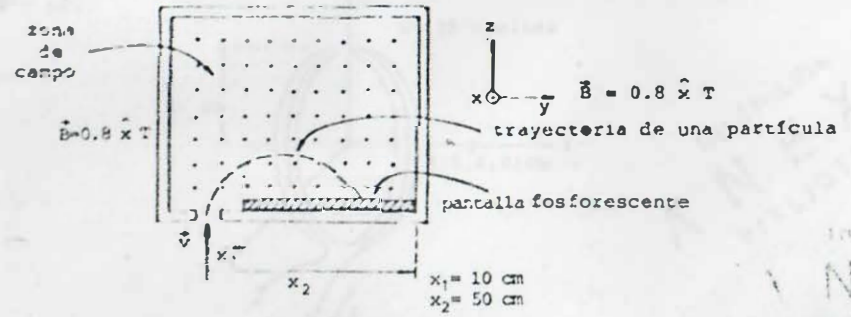

FIGURA P5.4
5.4 Un espectrómetro de masa es un dispositivo para separar partículas de la misma carga y diferente masa (isótopos ionizados). Las partículas son inyectadas con una velocidad conocida  $\vec{v}$  dentro de una zona de campo magnético uniforme  $\vec{B}$ , como se muestra en la figura P5.4. Las partículas con mayor masa chocan con la pantalla fosforescente a mayor distancia del punto de entrada.